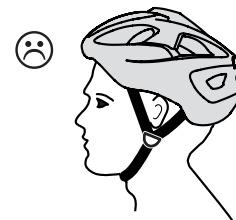

Fig. 1b
- Si lo lleva demasiado hacia detrás, la frente no está suficientemente protegida. (Fig. 1b)